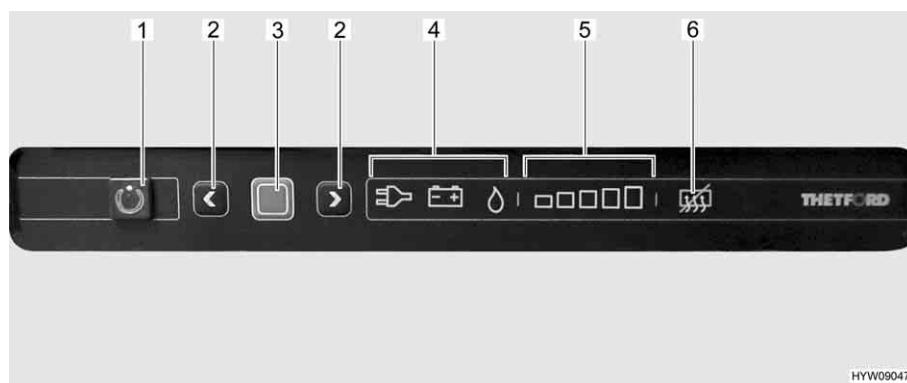

Fig. 141 Elementi di comando (frigorifero Thetford)
La modalità di funzionamento attuale è indicata da un simbolo luminoso (Fig. 141,4) sulla centralina di controllo.
Dopo l'accensione il frigorifero seleziona automaticamente la regolazione del termostato selezionata per ultimo. Questa impostazione può essere modificata manualmente con i tasti freccia (Fig. 141,2). Le barre luminose dell'indicatore del livello di refrigerazione (Fig. 141,5) visualizzano la temperatura selezionata sul termostato. Con i tasti freccia viene regolata la temperatura di refrigerazione per tutti i tre tipi di energia. Ci vogliono alcune ore prima che il frigorifero raggiunga la temperatura normale di esercizio. Cambiando la modalità di funzionamento la regolazione del termostato non viene modificata. La temperatura di refrigerazione è indipendente dal tipo di energia utilizzata.
- Premere il tasto On/Off (Fig. 141,1) per 1 secondo. Il tasto (Fig. 141,1) si illumina di verde. Dopo circa 10 secondi, l'indicatore viene attenuato per risparmiare energia.
- Premere il tasto di conferma (Fig. 141,3). L'impostazione attuale della modalità di funzionamento viene visualizzata.
- Se non è impostata la modalità di funzionamento a gas: Per modificare l'impostazione, premere il tasto di conferma (Fig. 141,3) per circa 2 secondi.
- Selezionare la modalità di funzionamento a gas con i tasti freccia (Fig. 141,2). L'alimentazione del gas è ora aperta. L'accensione avviene automaticamente. È udibile un ticchettio fino a quando procedura di accensione non è stata portata a termine.
- Premere il tasto di conferma (Fig. 141,3) per circa 2 secondi.
- Premere nuovamente il tasto di conferma (Fig. 141,3). Il livello di refrigerazione attuale viene indicato dalle barre luminose (Fig. 141,5).
- Per modificare l'impostazione, premere i tasti freccia (Fig. 141,2) fino a visualizzare l'impostazione desiderata.
- Premere il tasto On/Off (Fig. 141,1) per circa 2 secondi. Tutte le spie si spengono. Il frigorifero è spento.
- Se non è impostata la modalità di funzionamento 230 V: Per modificare l'impostazione, premere il tasto di conferma (Fig. 141,3) per circa 2 secondi.
- Selezionare la modalità di funzionamento 230 V con i tasti freccia (Fig. 141,2).
- Se non è impostata la modalità di funzionamento 12 V: Per modificare l'impostazione, premere il tasto di conferma (Fig. 141,3) per circa 2 secondi.
- Selezionare la modalità di funzionamento 12 V con i tasti freccia (Fig. 141,2).
**Spegnimento:** ■ Premere contemporaneamente entrambi i tasti freccia (Fig. 141,2) e tenerli premuti per 2 secondi. Il simbolo di disattivazione della funzione anti-condensa (Fig. 141,6) si illumina.
**Accensione:** ■ Premere di nuovo contemporaneamente entrambi i tasti freccia (Fig. 141,2) e tenerli premuti per 2 secondi. Il simbolo di disattivazione della funzione anti-condensa (Fig. 141,6) si spegne.